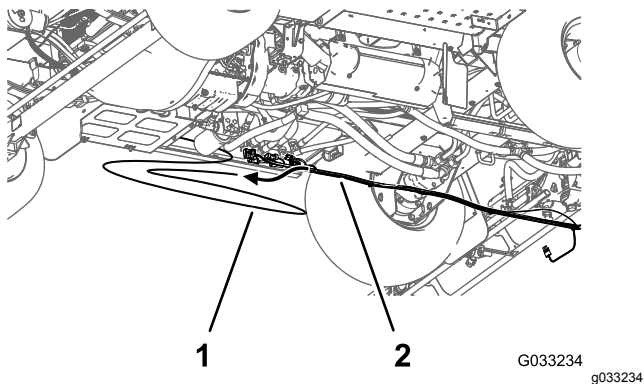

Figure 29
8. Détachez le tube de détection de pression du manomètre de planche de bord du faisceau de câblage arrière de la machine (Figure 29).